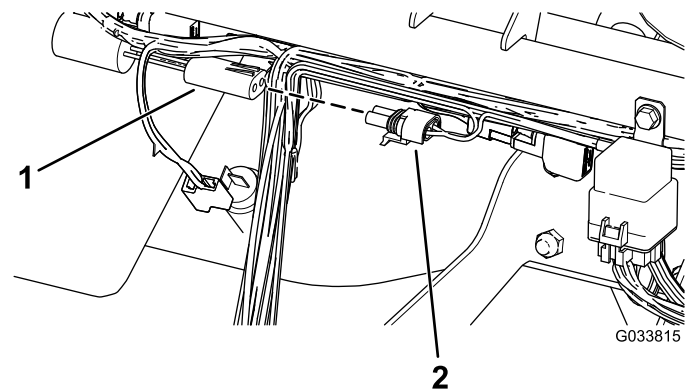

図 9
3. 遅延タイマーに、one second delay timer というラベルのついたコネクタを接続する 図 9。